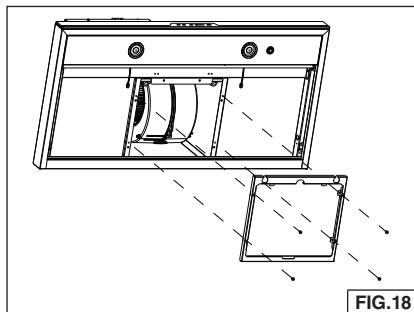

FIG.18
5. Installez le filtre non canalisé sur le cadre à l'aide de (4) vis de 3,9 x 6 mm. Fig. 18.